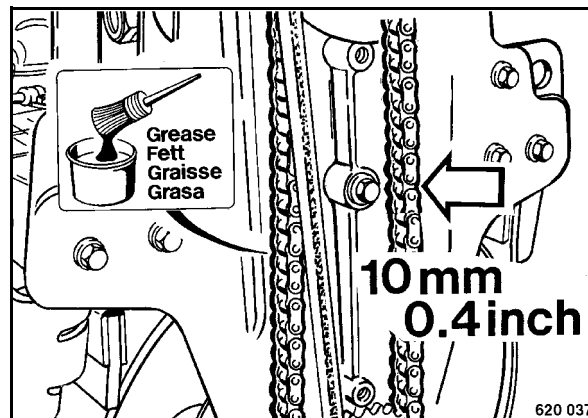

рис. 42
- Проверить состояние и натяжение цепи (рис. 42).